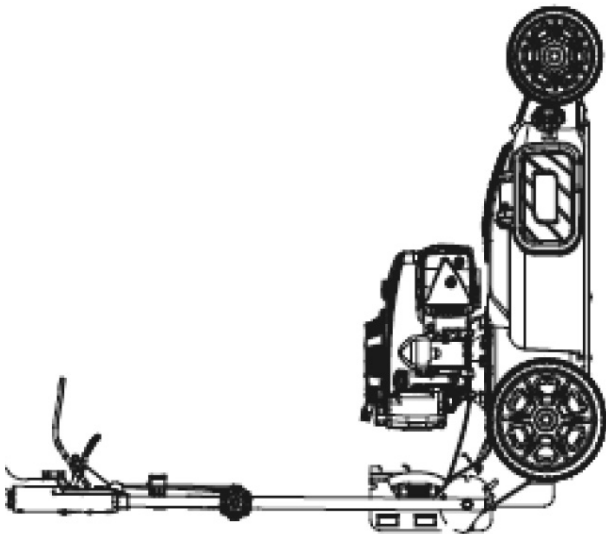

Рис. 18
- Установите рукоятку управления под прямым углом. Наклоните газонокосилку так, чтобы рукоятка легла на землю (Рис. 18). Прижмите рукоятку тяжелым предметом так, чтобы исключить возможность переворачивания газонокосилки, или зафиксируйте иным способом газонокосилку в таком положении.